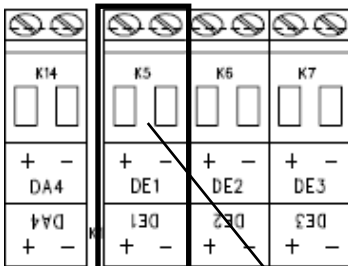

Abb. 11
1. Schließen Sie den Impulsausgang des Gaszählers an die Klemme „DE1“ (**1** in Abb. 11, Seite 38) des EK280 an.
1. Schließen Sie den Encoder des Gaszählers an die Klemme „DE1“ (**1** in Abb. 11, Seite 38) des EK280 an.
1. Schließen Sie den HF-Impulsausgang des Gaszählers an die Klemme „DE1“ (**1** in Abb. 11, Seite 38) des EK280 an.